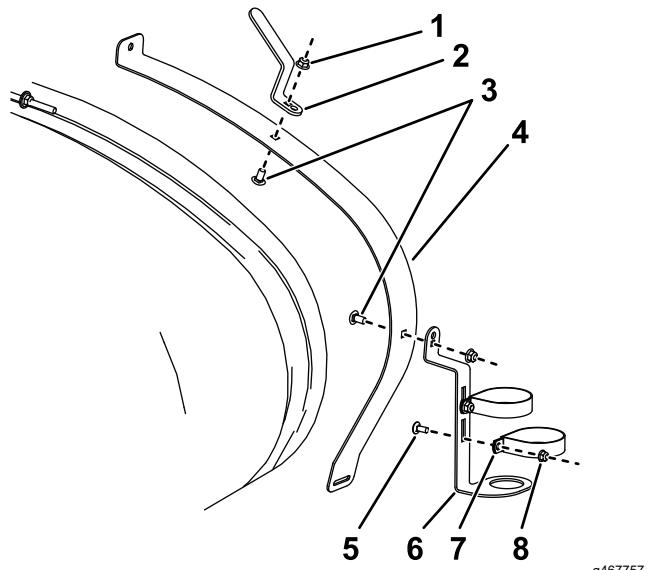
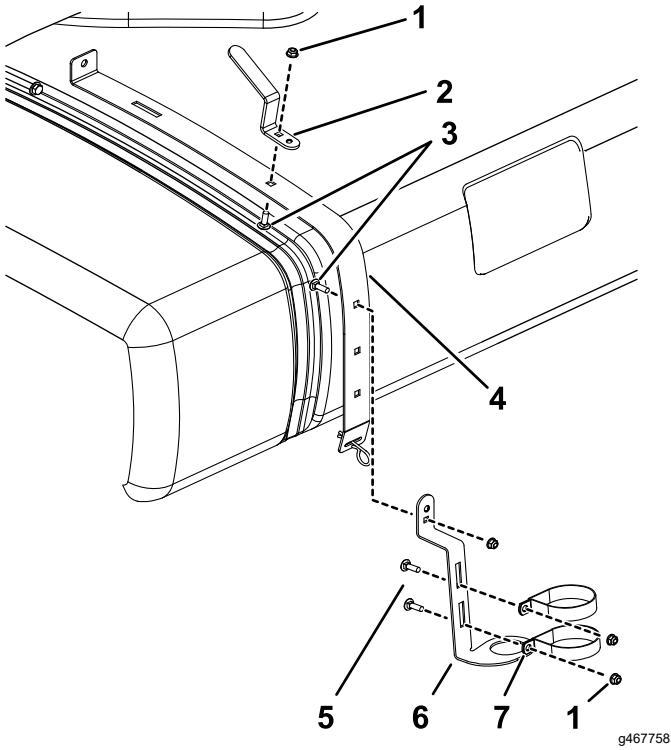

Bild 1
Bild 2
- Multi Pro WM: Lösen Sie den Riemen hinten rechts (Bild 2).
- Multi Pro 1750 und Multi Pro 5800: Lösen Sie den Riemen vorne rechts (Bild 1).
2. Befestigen Sie die R-Klemmen, die Spritzpistolenhalterung und den Schlauchhaken mit einer Schlossschraube, einer Flachscheibe und einer Bundmutter, wie in Bild 1 oder Bild 2 abgebildet.